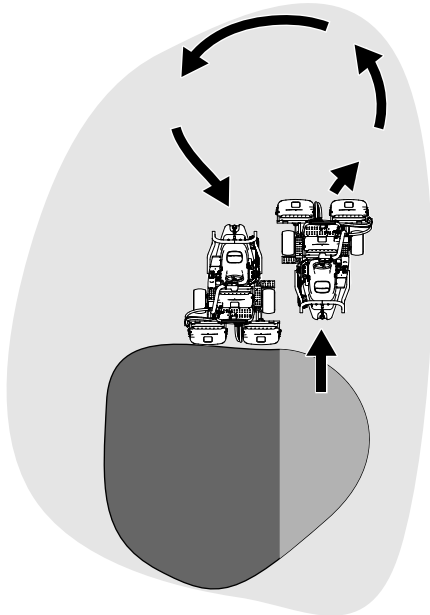

Bild 35
6. Verkürzen Sie die Betriebszeit und vereinfachen Sie das Ausrichten für den nächsten Durchgang, indem Sie die Maschine vorübergehend in die entgegengesetzte Richtung und dann in die Richtung des ungemähten Teils drehen. Führen Sie eine tränenförmige Wende durch (**Bild 35**), um die Maschine schnell für den nächsten Durchgang auszurichten.